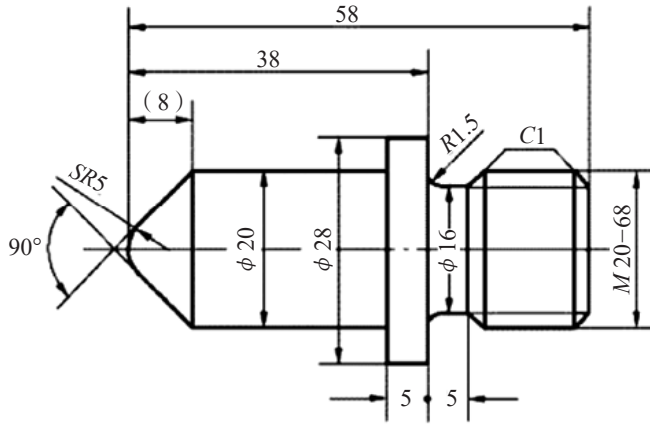

图 1-10 线性尺寸的注写位置
(1) 尺寸数字不得被任何图线所通过，无法避免时必须将所遇图线断开。线性尺寸的数字一般应注写在尺寸线的上方，也允许注写在尺寸线的中断处，如图 1-10